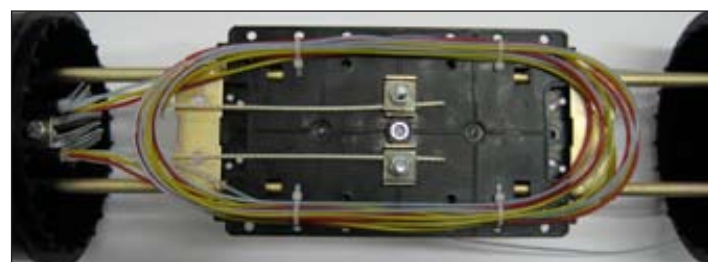

Рисунок 4.41 – Укладка "транзитных" петель ОМ и крепление ЦСЭ
4.4.1.12 Уложить “транзитные” ОМ на cassette для ОМ в виде петель, закрепить их нейлоновыми стяжками. Закрепить ЦСЭ в узле крепления ЦСЭ на cassette для ОМ (рисунок 4.41).
4.5.1.18 Уложить "транзитные" петли ОМ на кассету для ОМ, закрепить нейлоновыми стяжками. Закрепить ЦСЭ в узле крепления ЦСЭ на кассете для ОМ (рисунок 4.41).